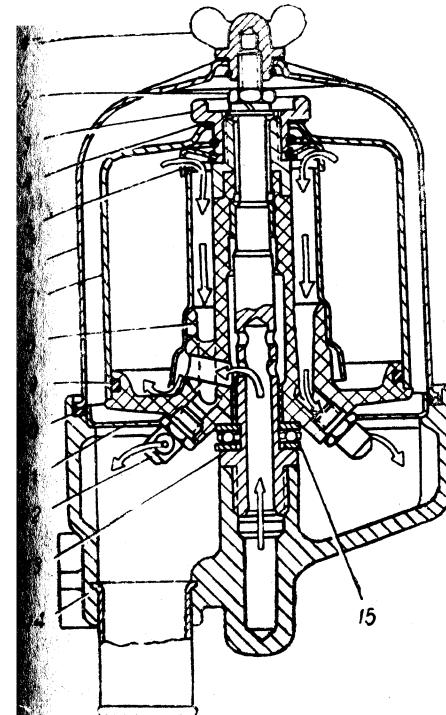

Рис. 13. Фильтр центробежной очистки масла.
**Фильтр центробежной очистки** имеет ротор (рис. 13), свободно вращающийся на оси под действием струй масла, вытекающих из двух жиклеров. Масло из масляного насоса через полую ось заполняет пространство под колпаком фильтра.